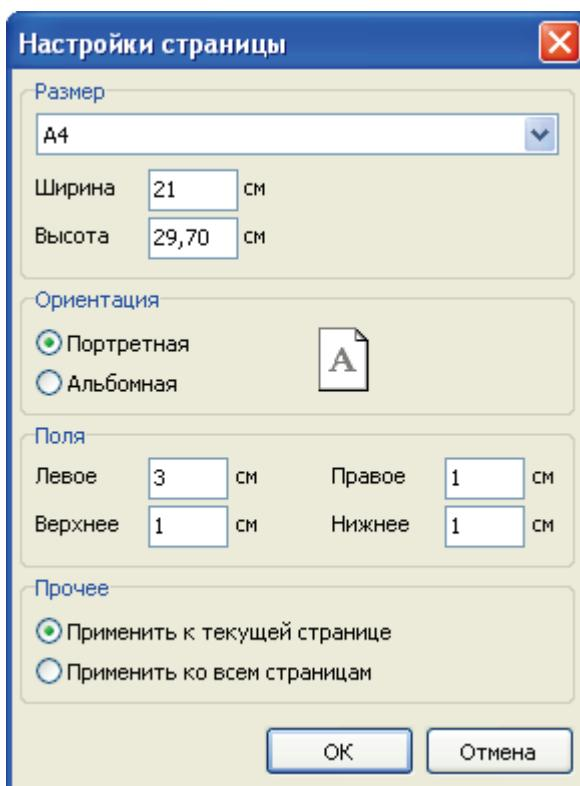

Рисунок 22 – Окно настройки параметров страницы.
-  – кнопка «Свойства страницы». Открывает окно настройки параметров страницы (Рисунок 22), с помощью которого можно задать основные свойства страницы для печати.